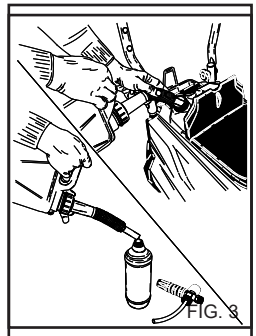

FIG. 8
Depois do uso, o circuito de sucção de detergente deverá ser enxaguado com água limpa (fig. 8).
- 1) Depois de usar o detergente, enxágue o circuito de sucção; enfie o tubo de sucção (fig. 8) de detergente num tanque contendo água limpa e faça com que a bomba funcione por um minuto com a torneira de dosagem completamente aberta e com a lança em fase de saída de detergente.